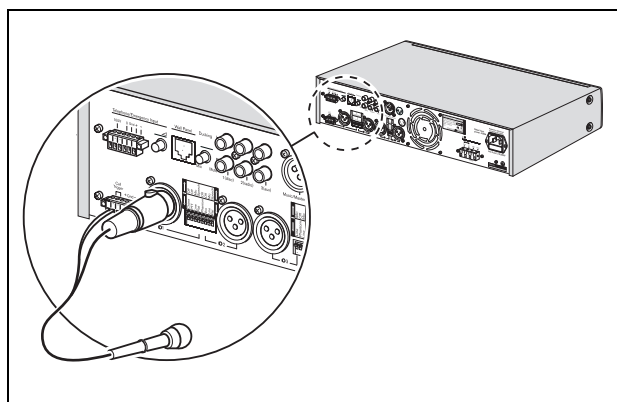

figura 4.2: conector XLR con activación
- conector XLR con activación. Consulte figura 4.2.